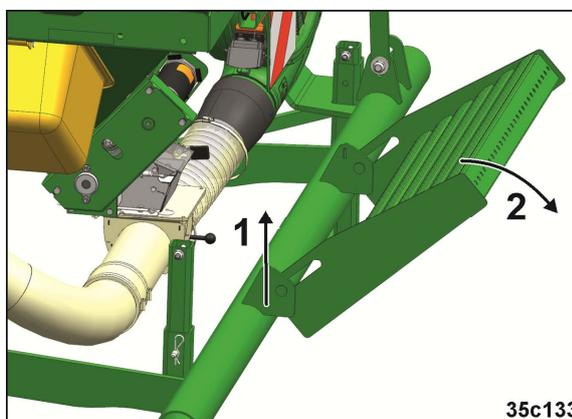

Fig. 67
1. Levantar la superficie transitable (Fig. 67/1) y abatir (Fig. 67/2). El depósito frontal puede cargarse desde un vehículo de suministro o mediante Big-Bags.